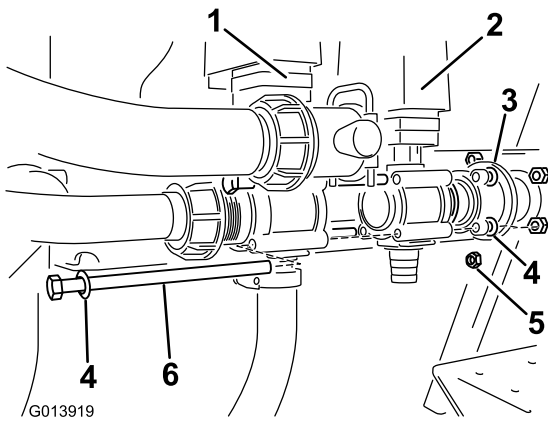

Рисунок 5
7. Найдите в комплекте поставки клапан эдуктора. Установите клапан на соответствующее место, справа от клапана перемешивания (Рисунок 5).